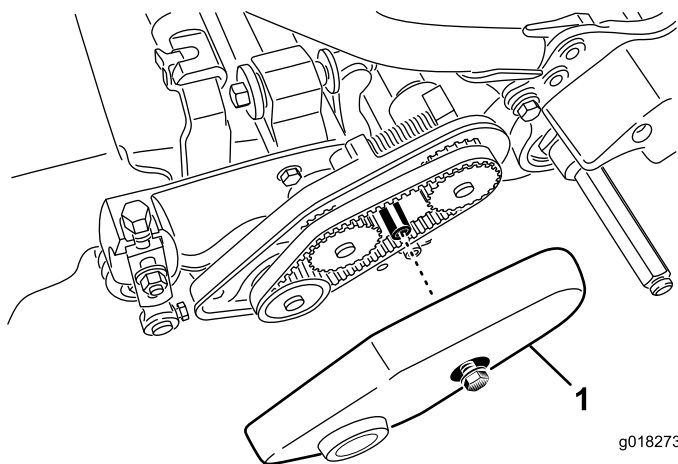

Figura 42
1. Allentate il bullone della flangia che fissa il copricinghia, e togliete il copricinghia per accedere alla cinghia (Figura 42).